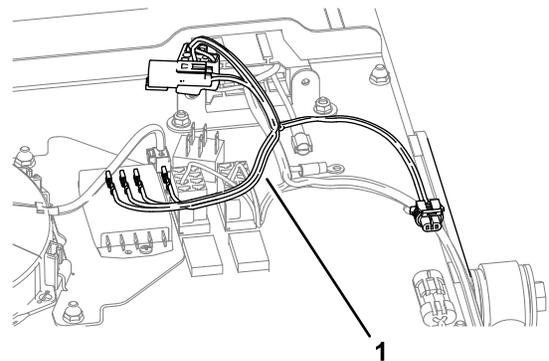

Bild 7
1. Befestigen Sie den Kitkabelbaum an der Schalterplatte, wie in Bild 7 abgebildet.